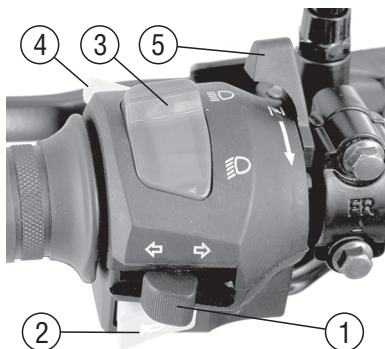

Рис. 5. Блок переключателей на руле левый
**Переключатель указателей поворотов** (рис. 5, поз. 1).  Переключатель указателей поворотов используется для включения и выключения указателей поворотов. Для включения указателей сдвиньте рычажок вправо или влево от среднего положения и отпустите его. При этом начнут мигать указатели поворотов и лампа-индикатор на панели приборов, а рычажок вернется в среднее положение. Для прекращения работы указателей поворотов нажмите на рычажок, не перемещая его из среднего положения.
**Переключатель света фары** (рис. 5, поз. 3) имеет 2 фиксированных положения:
**Кнопка звукового сигнала** (рис. 5, поз. 2). В случае необходимости подачи звукового сигнала нажмите на кнопку.
**Кнопка светового сигнала** (рис. 5, поз. 4). В случае необходимости подачи кратковременного светового сигнала дальним светом фары нажмите на клавишу.
**Рычажок топливного корректора (пускового обогатителя)** (рис. 5, поз. 5). Для запуска холодного двигателя поверните рычажок топливного корректора на себя. Запустите и прогрейте двигатель до тех пор, пока он не будет устойчиво работать на холостых оборотах и быстро, без «провалов» набирать обороты при повороте рукоятки управления дросселем. В процессе прогрева переведите рычажок топливного корректора в исходное положение.
Перед запуском холодного двигателя поверните рычажок топливного корректора (рис. 5, поз. 5) на себя, затем вставьте ключ в замок зажигания, поверните его по часовой стрелке в положение  и, убедившись, что контрольная лампа нейтральной передачи горит, нажмите на кнопку пуска двигателя (электростартера) .